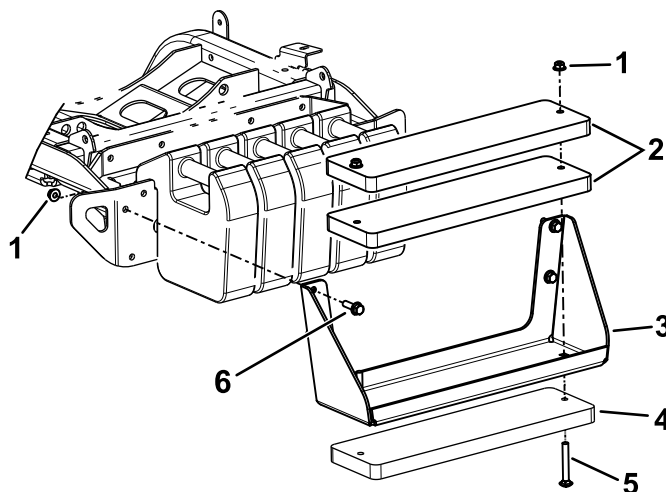

Figura 22
Notă: Consultați Figura 22 pentru acești pași.
- A. Utilizați șuruburile ($\frac{3}{8} \times 4"$) și piulițe ($\frac{3}{8}"$) pentru a fixa cele 3 greutate la suport (Figura 22).
- B. Utilizați șuruburile și piulițele cu cap hexagonal (incluse în set) pentru a fixa suportul de greutate la mașină (Figura 22).
- A. Îndepărtați suportul pentru greutate de la mașină (Figura 22).
- C. Utilizați șuruburile ($\frac{3}{8} \times 4"$) și piulițe ($\frac{3}{8}"$) pentru a fixa cele 3 greutate la suport (Figura 22).
- D. Utilizați elementele îndepărtate anterior pentru a fixa la mașină suportul pentru greutate (Figura 22).